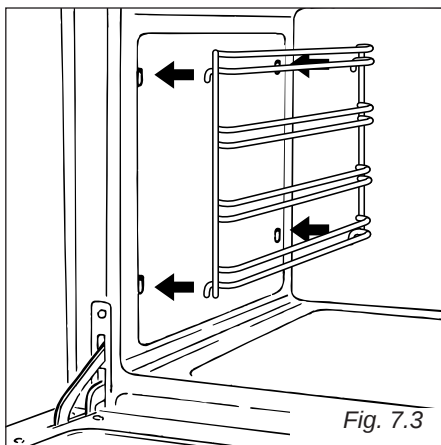

Fig. 7.3
- Accrocher les grilles latérales fig. 7.3).